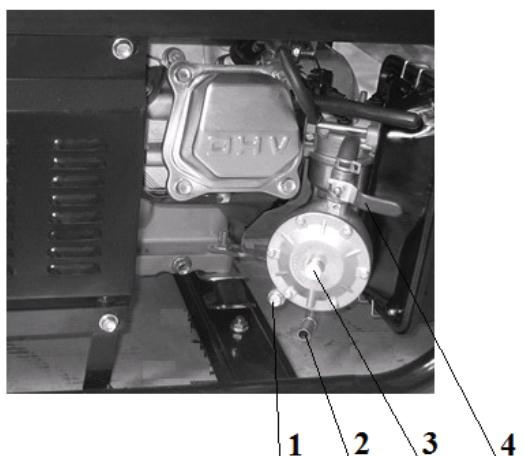

Рис. 4. Газовая аппаратура
7.2.5. При использовании газа требуется перекрыть кран бензобака, слить бензин из поплавковой камеры карбюратора через сливную заглушку в виде болта-1, см.рис.4.
7.2.6. Подсоединить шланг газовой магистрали к газовому штуцеру карбюратора-2, см.рис.4.
7.4.2. Открыть топливный кран, переведя его в положение «ON-открыто», кран газа-4, см. рис.4, при этом должен находиться в поперечном положении по отношению к крану.
**Важно!** Если перед запуском на газовом топливе генератор эксплуатировался на бензине, то бензин надо слить из карбюратора, отвернув пробку-заглушку-1 на редукторе карбюратора, см.рис.4, а затем завернуть её обратно.
3. Открыть вентиль баллона, ручку крана 4, см.рис.4, установить поперёк крана.
8. Нажать на 2-3 сек клапан подачи газа 3, см.рис.4.
3. Ручку крана 4, см.рис.4, установить вдоль крана.
7. Нажать на 2-3 сек клапан подачи газа 3, см.рис.4.